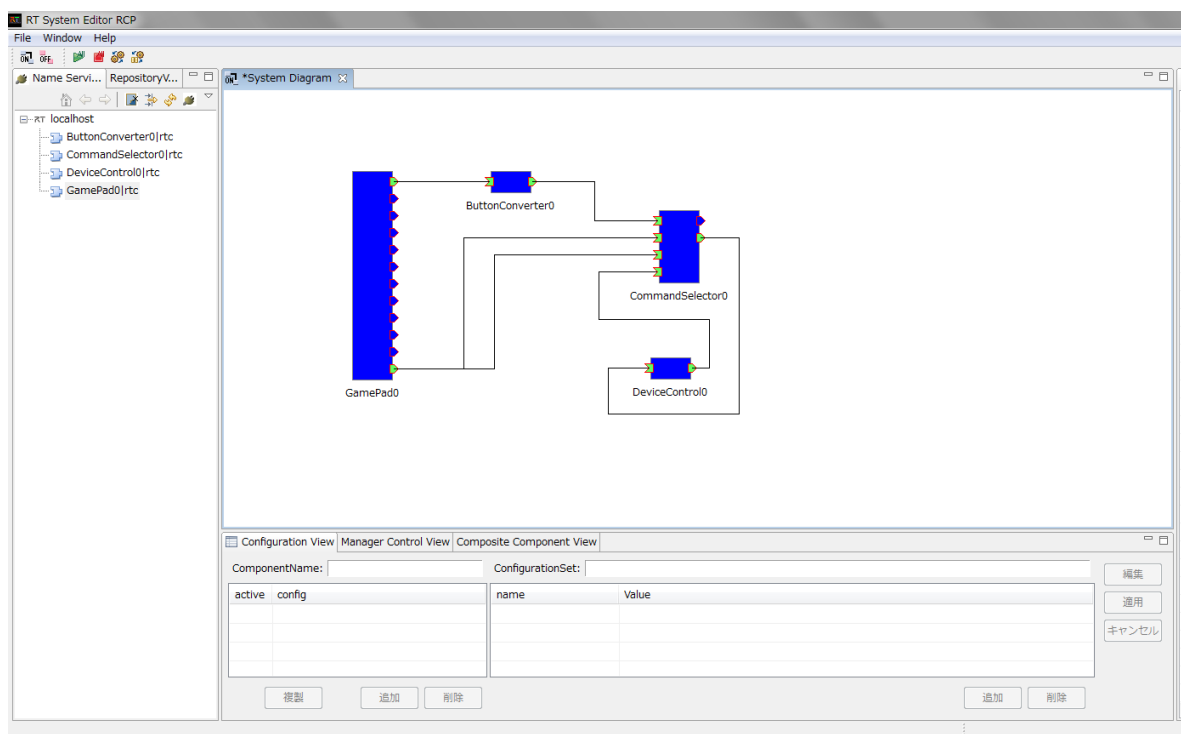

図 7 モジュール構成例
(5) RT SystemEditor 上でのモジュール接続
- ・次に示す図 7 のようにモジュールを接続する。
モジュールの構成の例を図 7 に示す。`DeviceControlComp` はシリアルポートの設定が出来ていれば、単体だけでもエラーは起こらず起動できる。なお、ここでは簡単化のため `CommandSelector` の上から 2, 3 番目の入力ポートの両方にゲームパッドからの出力を接続している。3 番目のポートが自律走行のための速度指令値を入力するためのポートであり、自律走行用の適切なモジュールを接続し、移動ロボットを `CommandSelectorComp` の 1 番目の出力ポートに接続すれば操作と自律走行を切り替えながら動かすことができる。